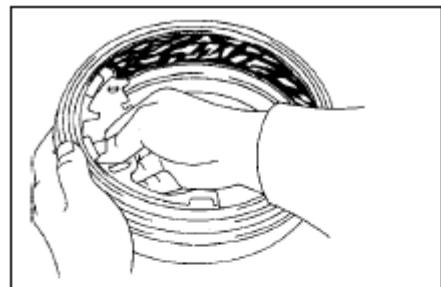

Рис. 299
**12. Проверьте тормозные колодки и накладки тормозных колодок, на плотность прилегания(рис. 299).**